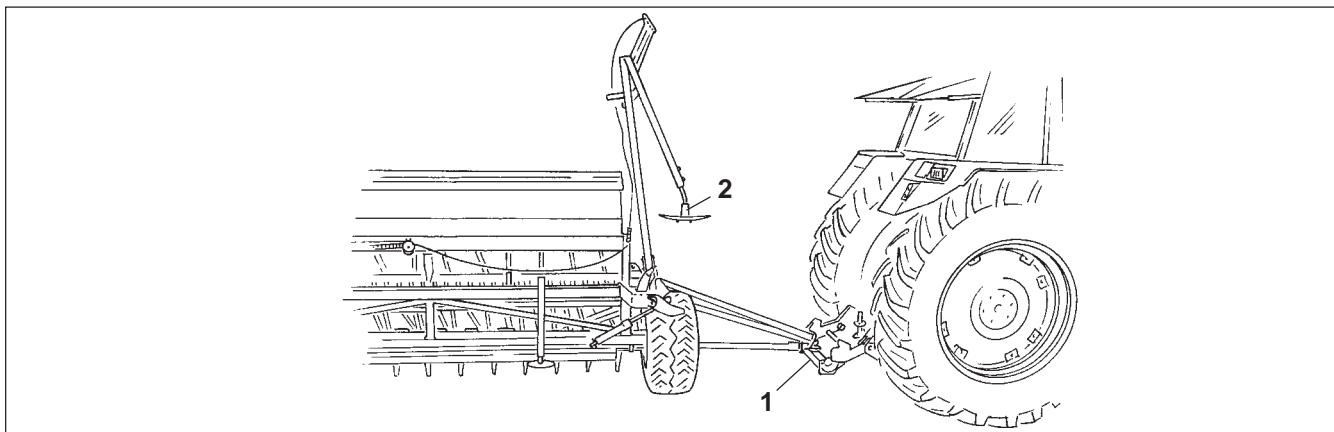

Рис. 19.1
- Диски маркера (Рис. 19.1/2) необходимо снять.
Для транспортировки сеялки по общественным дорогам нижнюю тягу трактора необходимо закрепить за цапфу (кат. II) маятника нижней тяги (Рис. 19.1/1) и зафиксировать при помощи откидного шплинта.
- Установите опорную стойку в рабочее положение, как показано на Рис. 19.1.